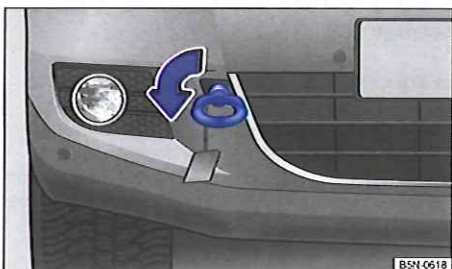

Fig. 246 Dans le pare-chocs avant, côté droit : vissage de l'œillet de remorquage.
- Vissez l'œillet de remorquage aussi fermement que possible dans son logement en le tournant **dans le sens inverse des aiguilles d'une montre** ⇒ fig. 246 ⇒ ①. Utilisez un objet approprié pour visser complètement et fermement l'œillet de remorquage dans son logement.